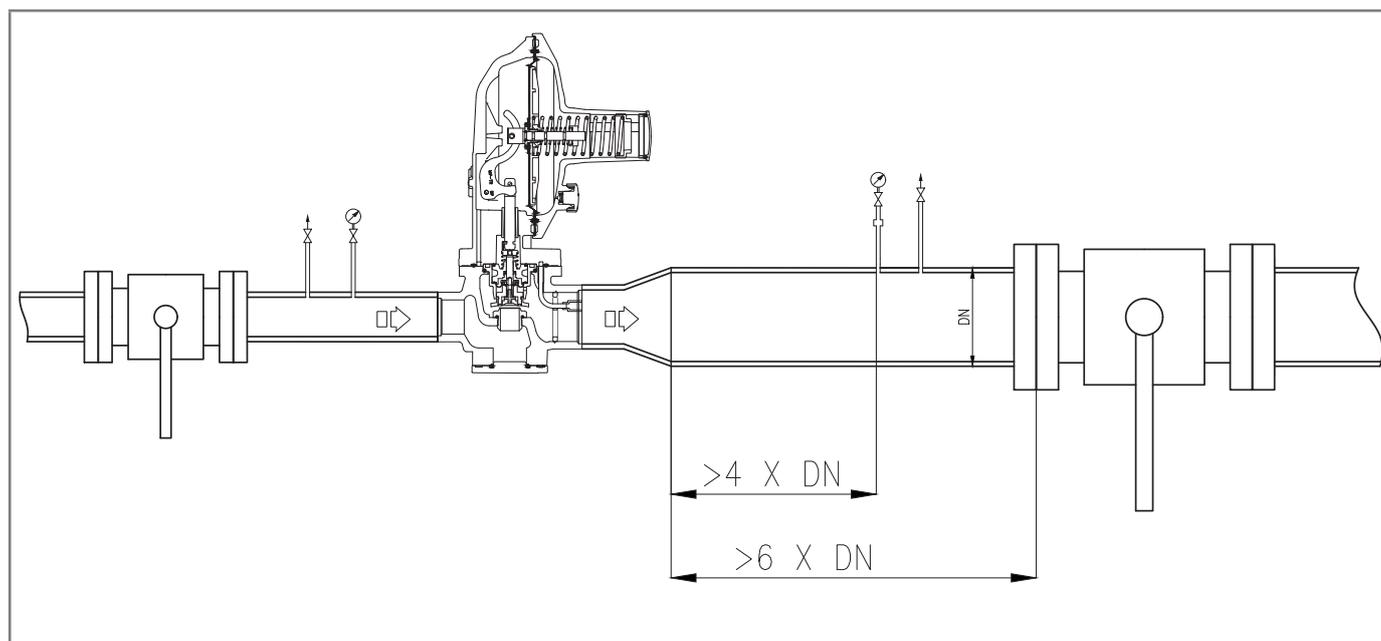
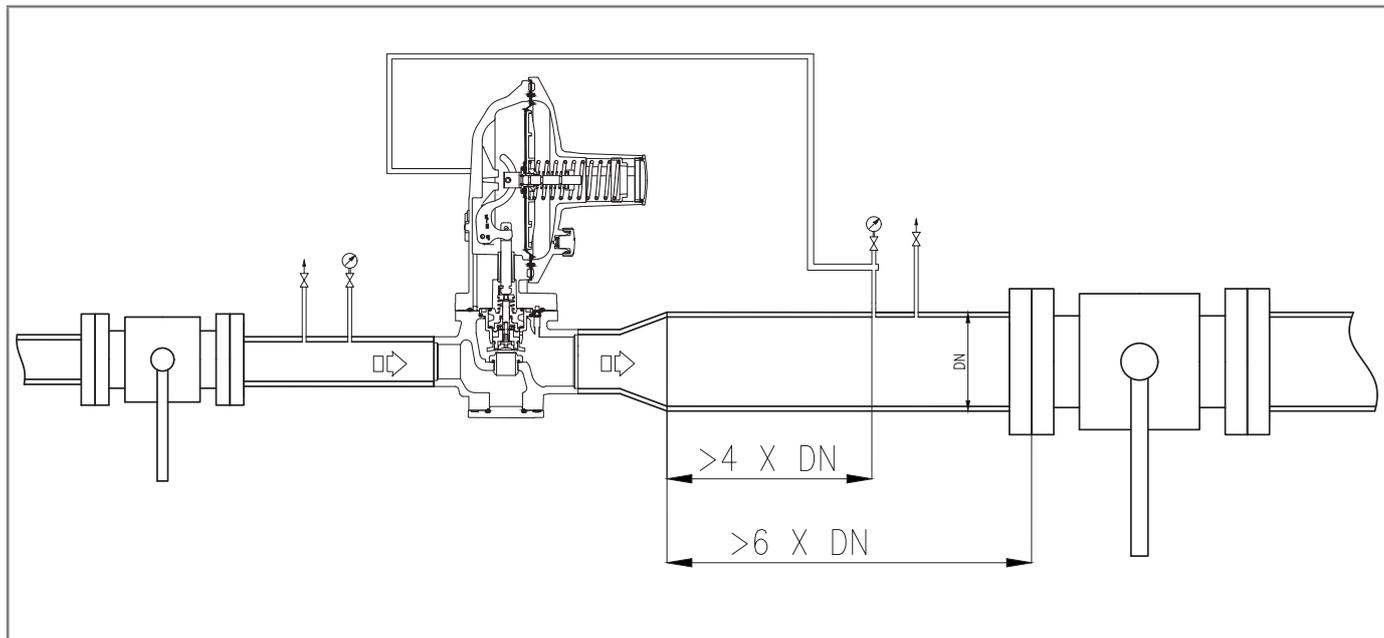
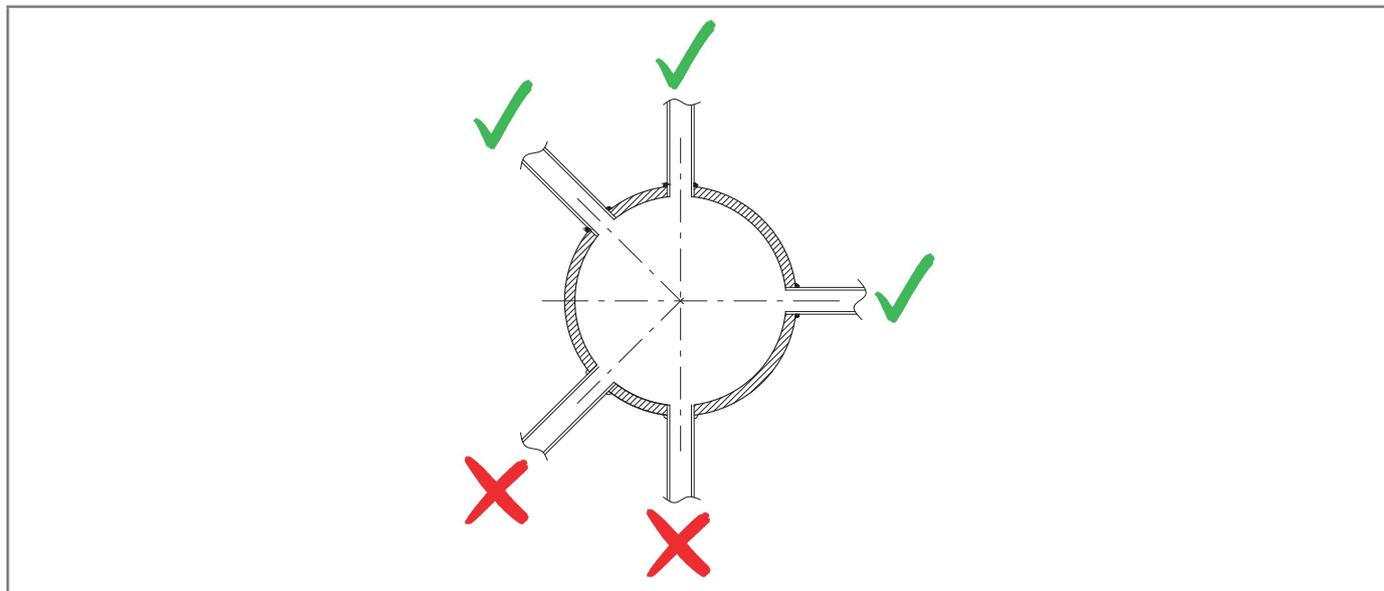

Рис. 6.13. Соединение импульсных точек отбора давления к трубопроводу на выходе DIVAL 500
Рис. 6.14. Соединение импульсных точек отбора давления к трубопроводу на выходе DIVAL 500 с функцией монитора
Рис. 6.15. Приваренные крепления на трубопроводе
Для оборудования Dival 500 импульсные гнезда являются внутренними (Рис. 6.13), для Dival 500 с функцией встроенного монитора импульсные гнезда являются внешними (Рис. 6.14).
- фитинги пневматического соединения всегда привариваются к верху или к горизонтальной оси самой трубы (см. Рис. 6.13 и Рис. 6.15);